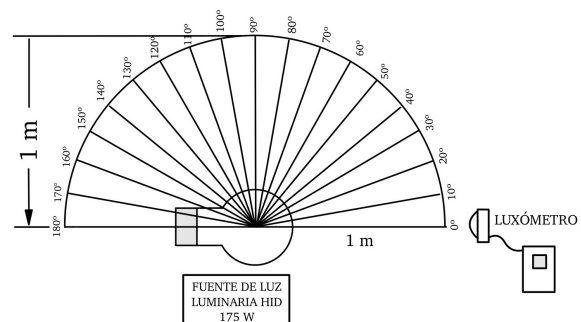

Figura 6: Ángulos sobre el piso teniendo como centro la vertical del luminario
3. Encender el luminario de alta intensidad de descarga de 175 W y esperar unos minutos hasta que alcance estabilidad luminosa. Con el luxómetro realizar la primera medición en 0° a la distancia de 1 m, como lo muestra la figura 6.